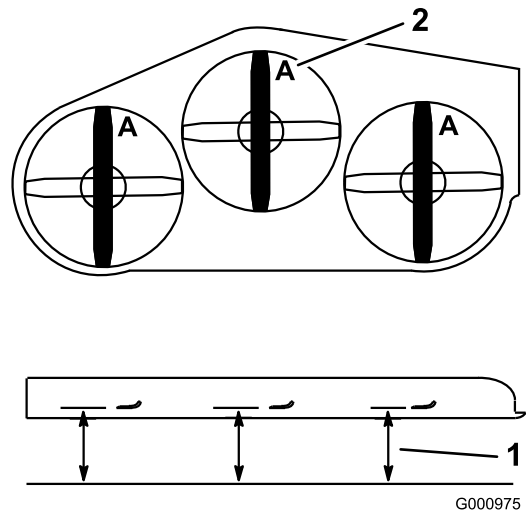

Figure 74
2. Mesurez la distance entre la surface plane et le tranchant (position A) des lames (Figure 74).